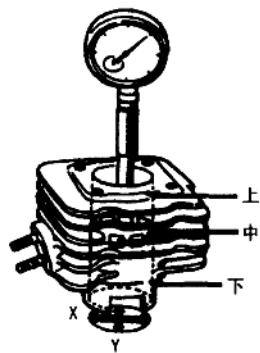

图 1-7 测量气缸内径
(6)气缸磨损的检测方法：气缸磨损通常用内径百分表进行测定，测定部位应按图 1-7 所示的要求，在活塞销方向(Y—Y 方向)及其垂直方向(X—Y 方向)，选上、中、下三段的六个点各测量一次气缸内径(注意测量时应避开扫、排气口)，将其中最大值作为气缸内径值。若气缸内径值大于使用极限值，则说明气缸磨损严重，应镗缸修理或更换气缸体。
①气缸镗缸尺寸一般分为三至六级，它是在气缸内径标准尺寸的基础上，每加大 0.25mm 为一级。即第一级加大 0.25mm，第二级加大 0.50mm，第三级加大 0.75mm，以此类推。
②用内径百分表测量出气缸磨损后的最大内径，再加上加工余量 0.1~0.15mm(该数值的选择应取决于设备情况和技术条件)，然后选取与此数值相应的一级的镗缸尺寸，即镗缸尺寸 = 气缸磨损后的最大内径 + 加工余量。
③气缸镗缸尺寸确定后，就可以选配同级活塞(活塞与气缸一样具有三至六级)。按选定的活塞来镗缸，即先测量出活塞裙部的外径，再按规定的气缸与活塞的配合间隙，并预留适量的珩磨量来确定气缸的镗缸量。即：